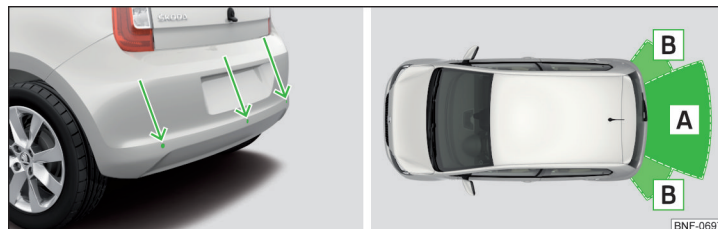

Fig. 95 Sensorernes placering / Sensorernes rækkevidde
- Hold systemets sensorer » Fig. 95 på side 79 rene og fri for sne og is, og dæk dem ikke til med nogen former for genstande, da systemets funktion ellers kan blive begrænset.
Systemet beregner afstanden mellem stødfangeren og en forhindring ved hjælp af ultralydsbølger. Ultralydssensorerne sidder i den bageste stødfanger » Fig. 95.
**Sensorernes rækkevidde » Fig. 95**